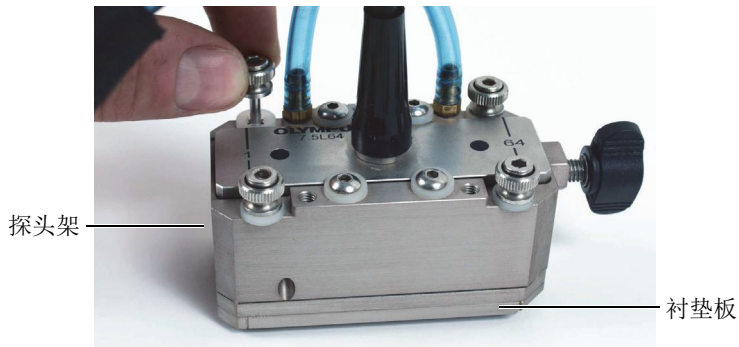

图 1-6 拆下翼型螺钉
1. 拧松探头架顶部的 4 个翼型螺钉（参见第 20 页的图 1-6）。
2. 拆下衬垫板（参见第 20 页的图 1-6）。